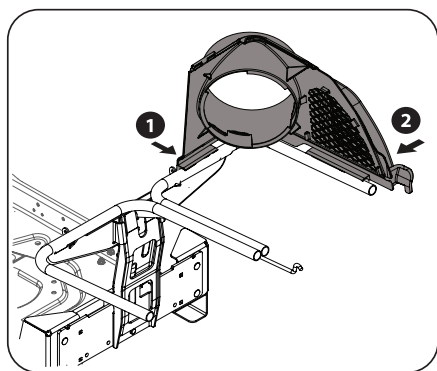

Figura 4-6
5. Fije la unidad de suspensión a la ménsula de soporte vertical con un perno de carro (710-0276) y perilla de aleta (720-04122). Consulte le Figura 4-6.
1. Incline la parte delantera del soporte del canal superior (631)05491 ligeramente hacia adelante. Deslice la horquilla detrás de la pestaña, luego rompa el pestillo frontal hacia el carril, como se muestra en (1) de la "Figura 4-6".
2. Coloque el soporte del canal superior en su lugar primero cortando la porción lateral hacia el carril de soporte de la embolsadora. Consulte (2) en Figura 4-6.